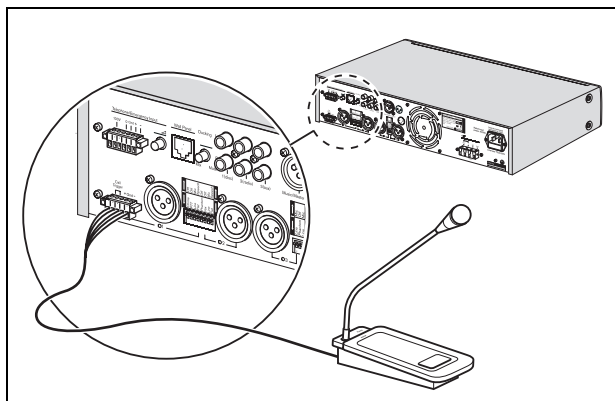

figura 4.3: Conector tipo europeu com contacto
- Conector tipo europeu com contacto. Consulte a figura 4.3.